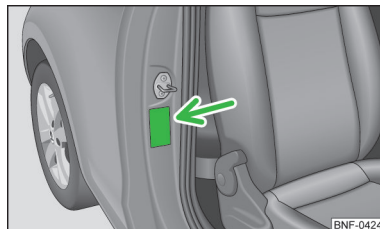

Fig. 11
- På B-stolpen i passagersiden » Fig. 11 Mærkaten kan ses, når passagerdøren er åben.